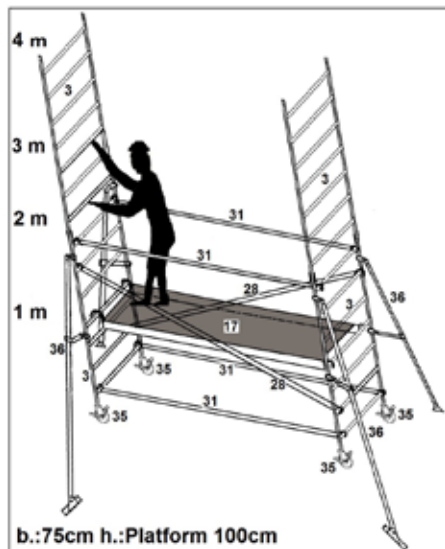

Fig.9
2. Nu är de fyra stödbenen 36 monterade i ett snedställt läge från ändramen. Se till att Ben står fast mot underlägget, använd någon. fotstöd. se fig.9.